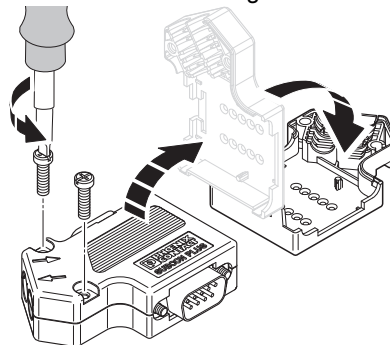

Bild 6 Rechtsseitige Kabelzuführung (1)
- Lösen Sie die Gehäuseschrauben und heben Sie die Gehäuseoberschale ab (Bild 6).